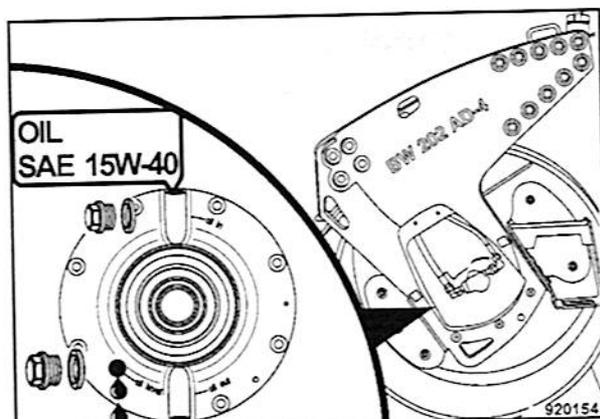

Fig. 153
- Limpiar y desenroscar el tornillo de control (Fig. 153).